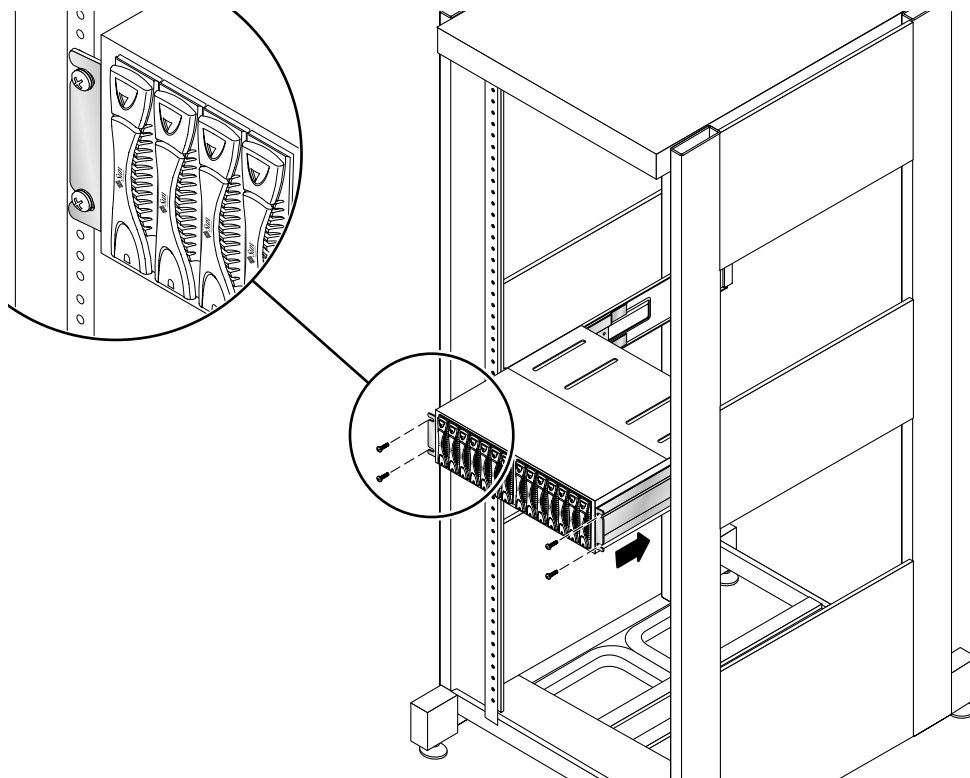

図 9 正面のネジでアレイを固定
4. すべてのネジを締めて、アレイの留め具を正面の取り付け用レールに固定することによってアレイを固定します (図 9)。